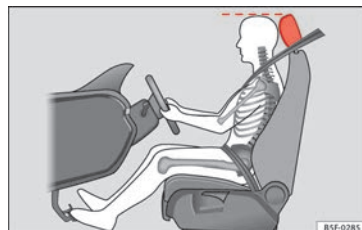

Fig. 83 Posición correcta del apoyacabezas del conductor.
- Ajuste el apoyacabezas de modo que el borde superior del mismo quede a la altura de la parte superior de su cabeza » **fig. 83.**